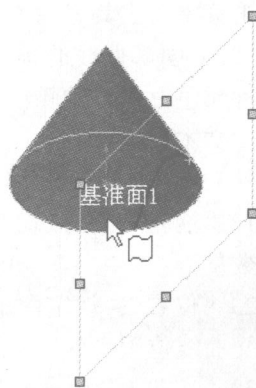

图 1-6 选择圆锥表面与基准面 1
(1) 打开光盘上的“【例 1-1】求圆锥的截交线.sldprt”零件文件。单击草图绘制工具工具栏上的“交叉曲线”图标按钮，或单击菜单“工具”→“草图绘制工具”→“交叉曲线”，在特征管理器设计树中，一张新的 3D 草图被打开。
(2) 分别单击基准面 1 和圆锥的表面，如图 1-6 所示，草图样条曲线在交叉处出现，单击“重建模型”图标按钮即可。